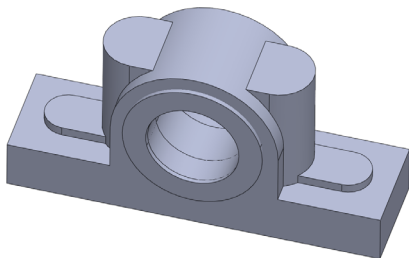

图 10-46 旋转零部件效果
(6) 单击【应用】和【确定】按钮, 即可对零部件进行旋转, 效果如图 10-46 所示。